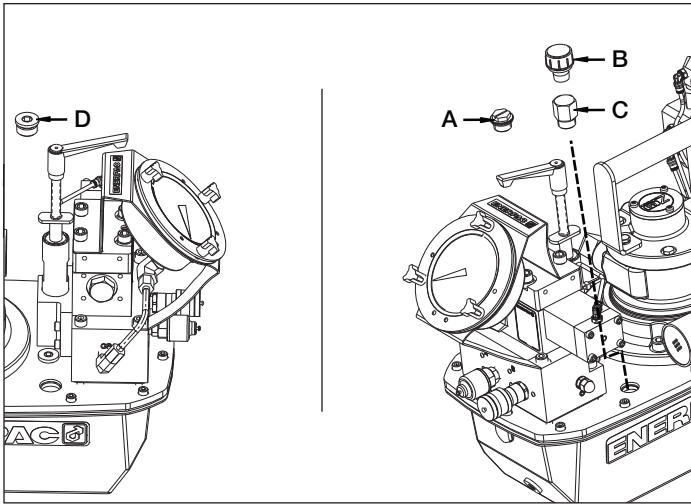

Figura 2, Tapón de llenado de aceite y tapa del conducto de aireación
4.1 Tapa del conducto de aireación y tapón de llenado de aceite (véase Figura 2)